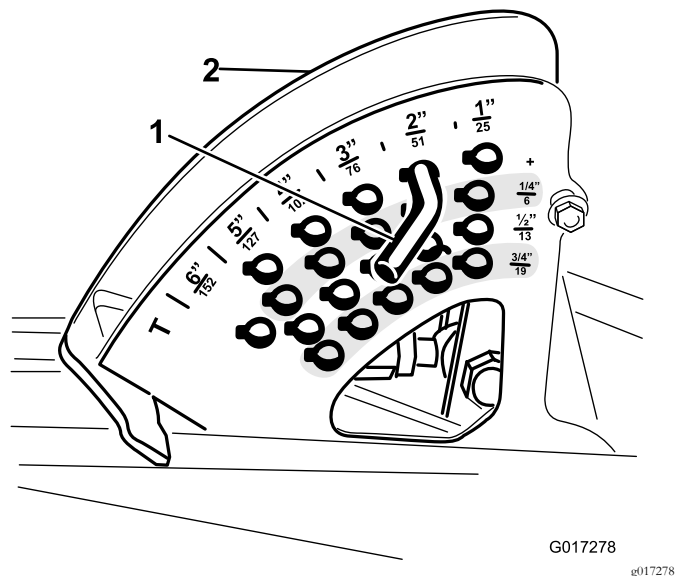

图3
3. 为了进行安装应留意剪草高度销在剪草高度支架中的位置**图3**。从剪草高度支架取下剪草高度销。
6. 将剪草高度销按照所需剪草高度装入剪草高度支架 图3。